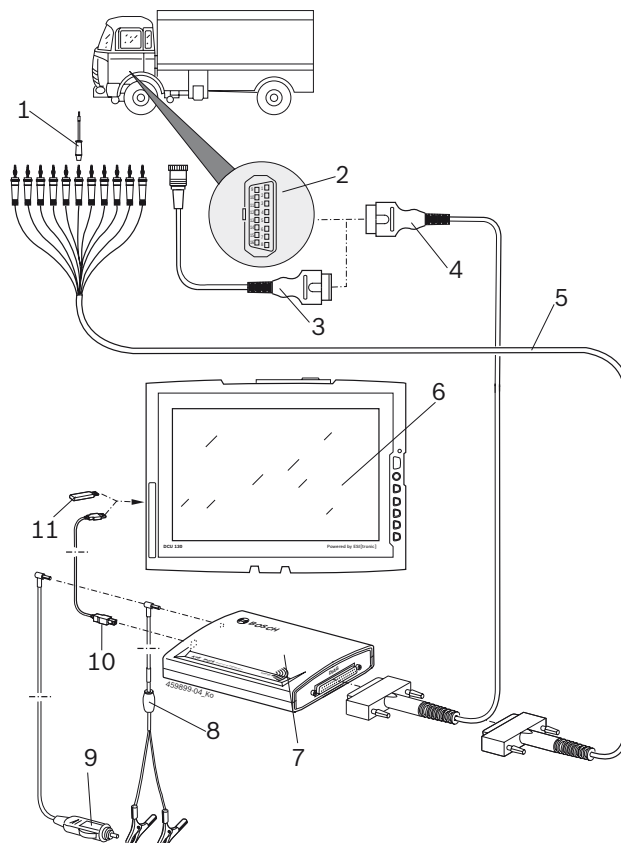

Abb. 3: Schemat elektryczny KTS Truck
- przewód diagnostyczny OBD (rys. 3, poz. 4)
- przewód diagnostyczny OBD i dodatkowo odpowiedni dla danego pojazdu przewód przejściowy (rys. 3, poz. 3) (akcesoria dodatkowe)
- uniwersalny przewód przejściowy (rys. 3, poz. 5).